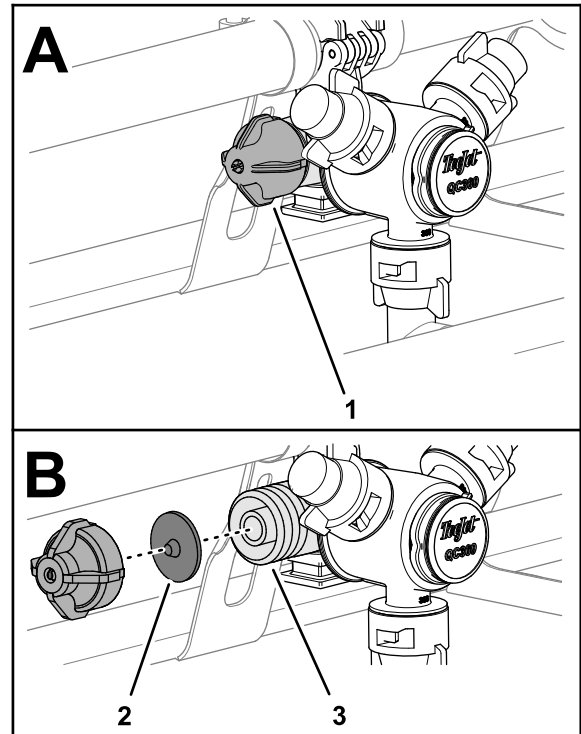

Figura 32
1. Rotii capacul diafragmei în sens invers acelor de ceasornic i îndepărtați capacul de la corpul duzei (Figura 32).
2. Îndepărtați diafragma supapei de reinere de la capac sau corpul duzei (Figura 32).
3. Curățați cu apă curată capacul, diafragma i corpul duzei (Figura 32).
4. Montați diafragma la capac cu proeminența diafragmei spre capac (Figura 32).
5. Montai capacul i diafragma pe corpul duzei i strângerii manual (Figura 32).